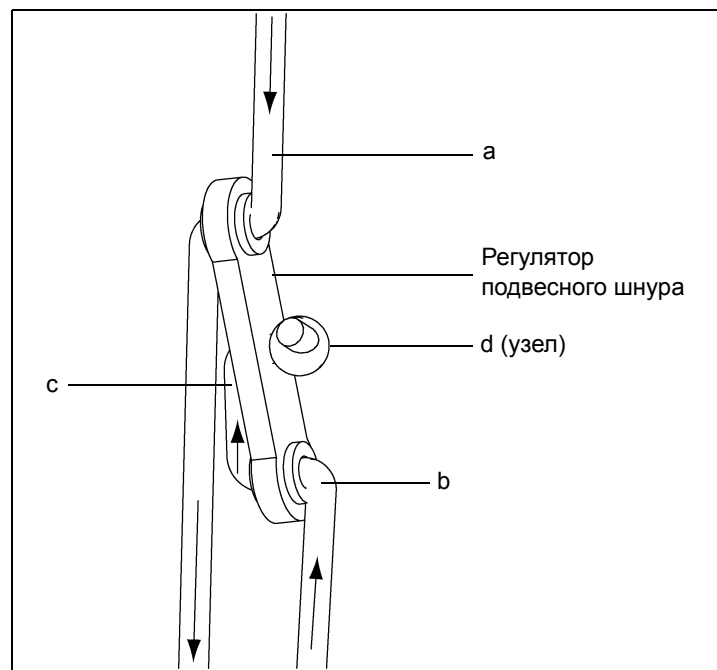

Рисунок 7D
2. Пропустите подвесной шнур с верхней стороны отверстия в регуляторе подвесного шнура (а). Продолжайте пропускать подвесной шнур через подвесное крепление и обратно с верхней стороны противоположного отверстия регулятора подвесного шнура (b). В конце пропустите шнур вверх через среднее отверстие в регуляторе подвесного шнура (c) и завяжите узел (d). (см. рисунок 7С и Рисунок 7D.)